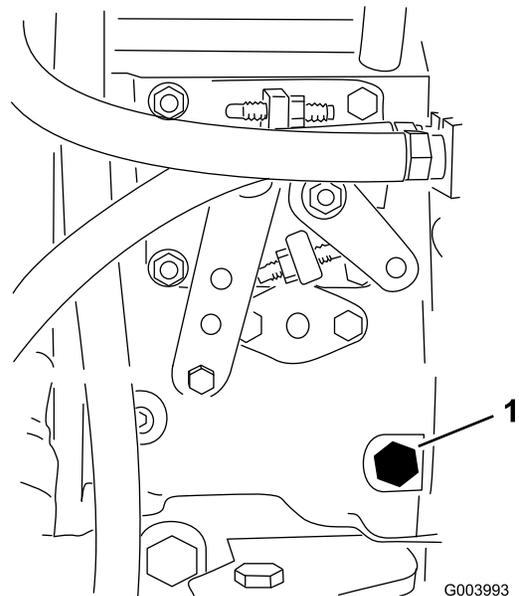

图32
3. 用 12mm 扳手打开燃油喷射泵（图32）上的排气螺丝。